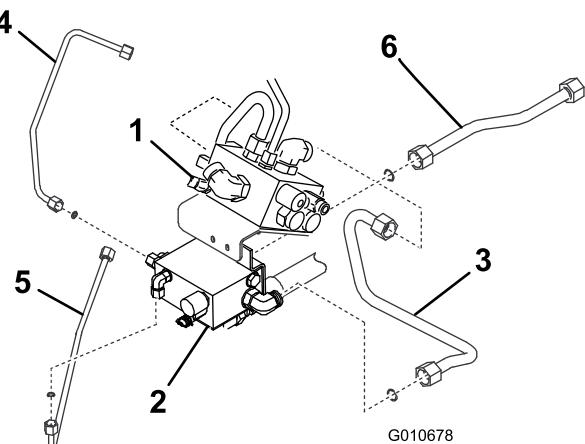

Figura 6
11. Instale o novo tubo hidráulico E do lado esquerdo do coletor do divisor de caudal no lado direito do coletor 4-WD (Figura 6).